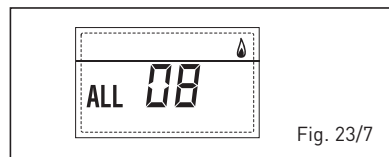

Fig. 23/7
- ANOMALIA CIRCULAÇÃO ÁGUA "ALL 09" (fig. 23/8)